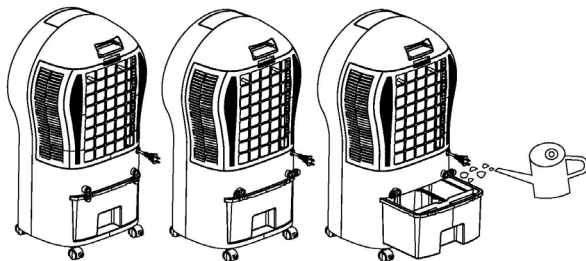

fig. 1
9. Abastecimento de água: certifique-se de que a máquina esteja desligada. Abra o depósito de água e encha-o com água (fig. 1). Certifique-se de que não excede o nível de água mais alto nem caia abaixo do nível de água mais baixo (fig. 2). Use água limpa da torneira.
11. Controle remoto: abra a tampa da bateria do controle remoto e insira uma bateria 3V CR2032 (fig.1). 2. Aponte para o receptor ao usar o controle remoto.